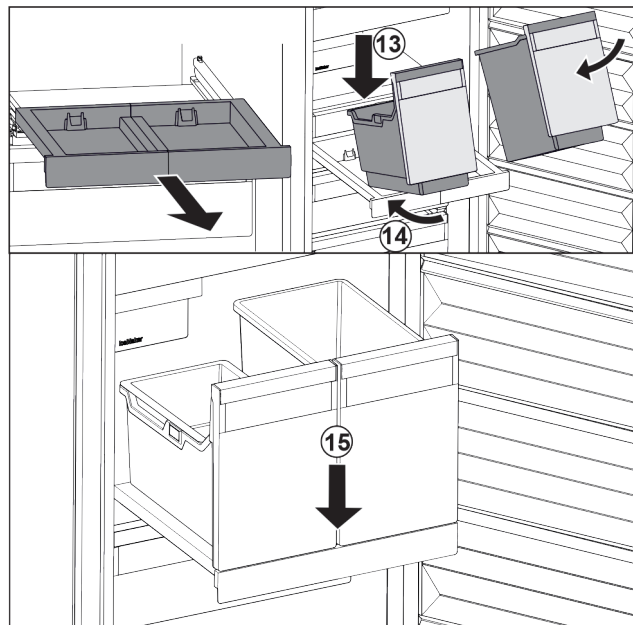

Fig. 110
- ▶ Applicare i contenitori in modo inclinato sul ripiano estraibile. Fig. 110 (13)
- ▶ Inserire il contenitore in modo inclinato verso la parte posteriore. Fig. 110 (14)
- ▶ Abbassare il contenitore nella parte anteriore. Fig. 110 (15)